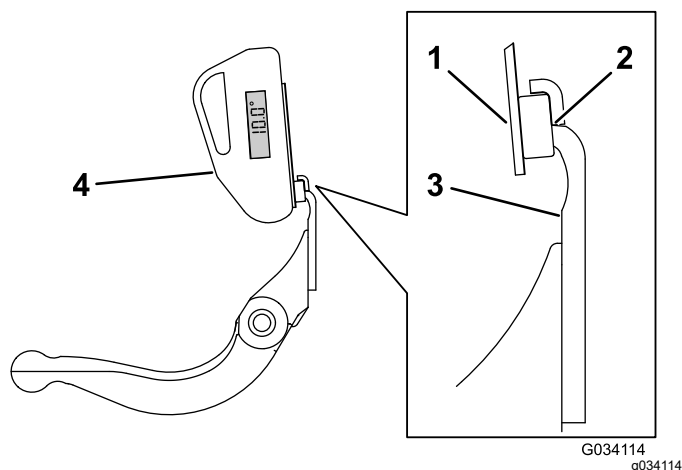

Bild 33
3. Legen Sie die Neigungsmesserbefestigung an die Kante des Untermessers, sodass die Kante des Magnets bündig mit der Kante des Untermessers ist (Bild 33).
4. Legen Sie den Neigungsmesser auf die Befestigung, wie in Bild 33 abgebildet.